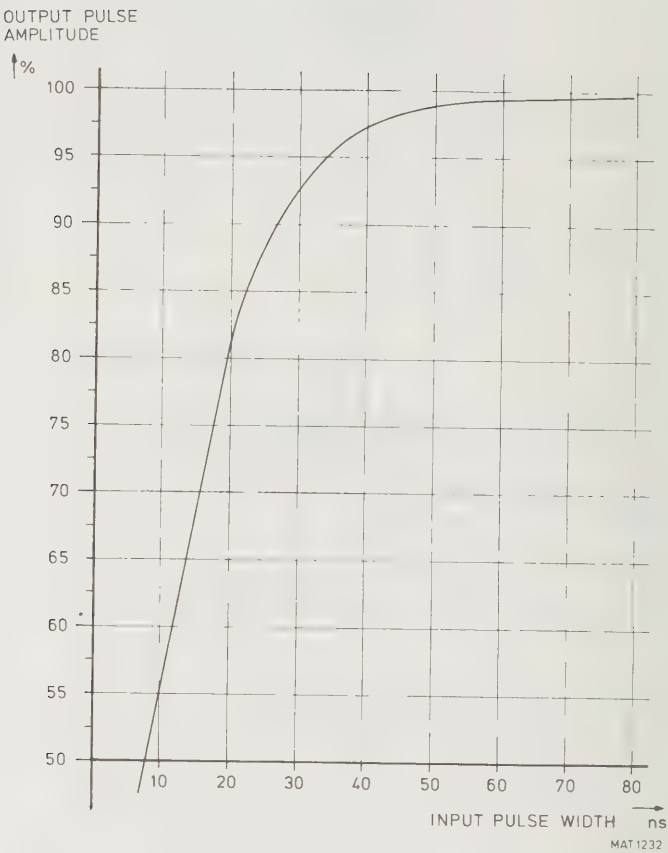

Abb. 4.7. Amplitude des Ausgangsimpulses des Spitzendetektors in Abhängigkeit von der Dauer des Eingangsimpulses (typisch)
- Detektion von Spannungsspitzen (Spannungsspitzen mit einer Impulsdauer von 10 ns werden noch mit einer Amplitude von 50% eingefangen, siehe Abb.4.7.)